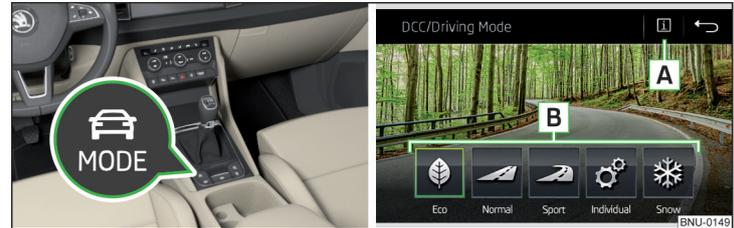

Abb. 281 Taste für die Auswahl des Fahrmodus / Anzeige im Infotainmentbildschirm
➤ Die Taste  » Abb. 281 drücken.
Im Infotainmentbildschirm werden die folgenden Funktionsflächen angezeigt » Abb. 281.
- ▶ Durch Antippen der entsprechenden Funktionsfläche im Infotainmentbildschirm » Abb. 281.